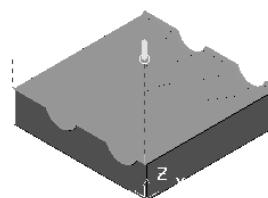

图2-48 生成的刀具路径
9) 在“平行精加工”对话框中单击“应用”按钮和“接受”按钮，确定参数并退出对话框，生成的刀具路径如图2-48所示。